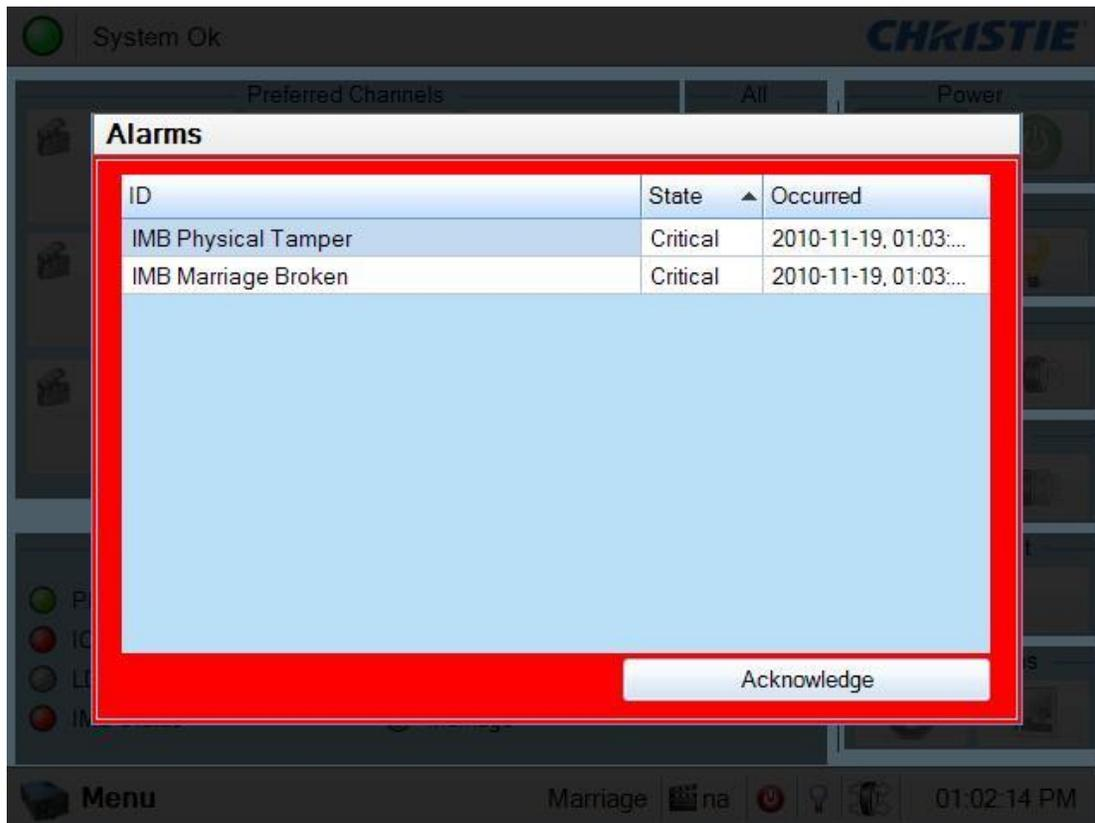

Figura 18: Janela de erro de combinação
- Quando o IMB tiver sido substituído, ou após a primeira instalação, será exibido o erro a seguir no painel de toque do projetor (Figura 18).